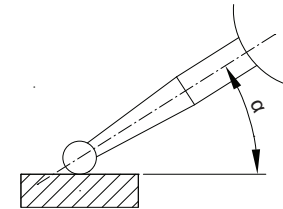

Abb.5
4. Wenn der Taststift in einem Winkel zur Messrichtung steht (Abb. 5), sollte die folgende Korrektur vorgenommen werden.